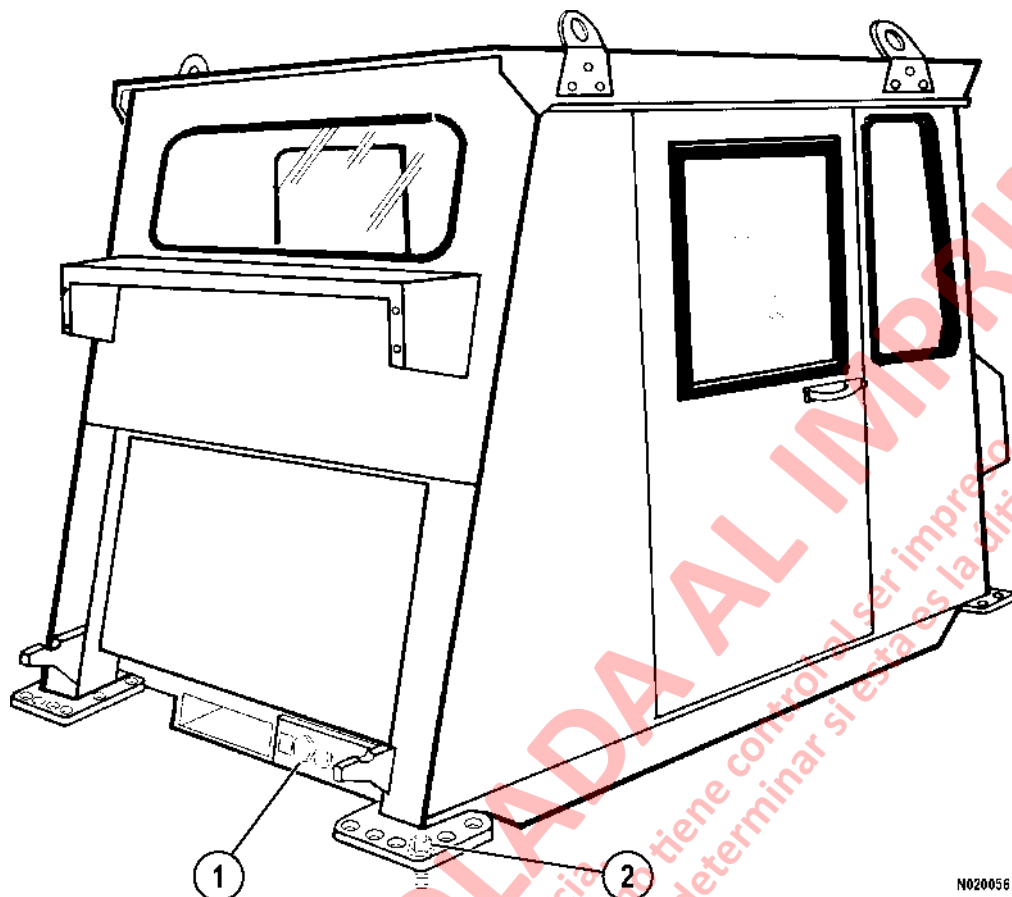

FIGURA 2-2. CONJUNTO CABINA (VISTA TRASERA)
5. Desconecte los arnés de cableado de la placa del conector de la cabina (1, Figura 2-2) en la parte posterior de la cabina.
11. Desmonte el accesorio de montaje (2, Figura 2-2) de los atenuadores de montaje en cada esquina de la cabina.
4. Dirija los arneses de cables a la placa de conector de cabina (1, figura 2-2) en la esquina trasera de la cabina. Alinee la llave de enchufe al cable conector con la tecla del receptáculo y empuje el enchufe del tomacorriente. Con cuidado pase el retén en el receptáculo y apriételo firmemente. Instalar todas las abrazaderas que fueron retiradas durante la eliminación de la cabina.